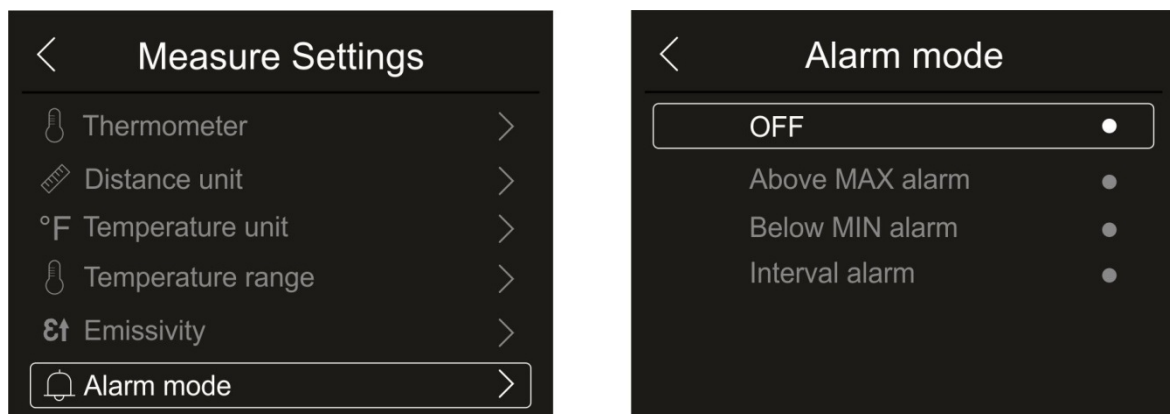

Fig. 29: Menu d'activation des seuils d'alarme sur la mesure
1. Touchez l'élément «Alarm mode » pour activer les seuils d'alarme acoustique sur la mesure de température associée aux objets insérés sur l'image (curseur, points, lignes et zones) associés à la fonction « Alarme » du menu principal (voir §). La Fig. 29 – partie droite s'affiche à l'écran :